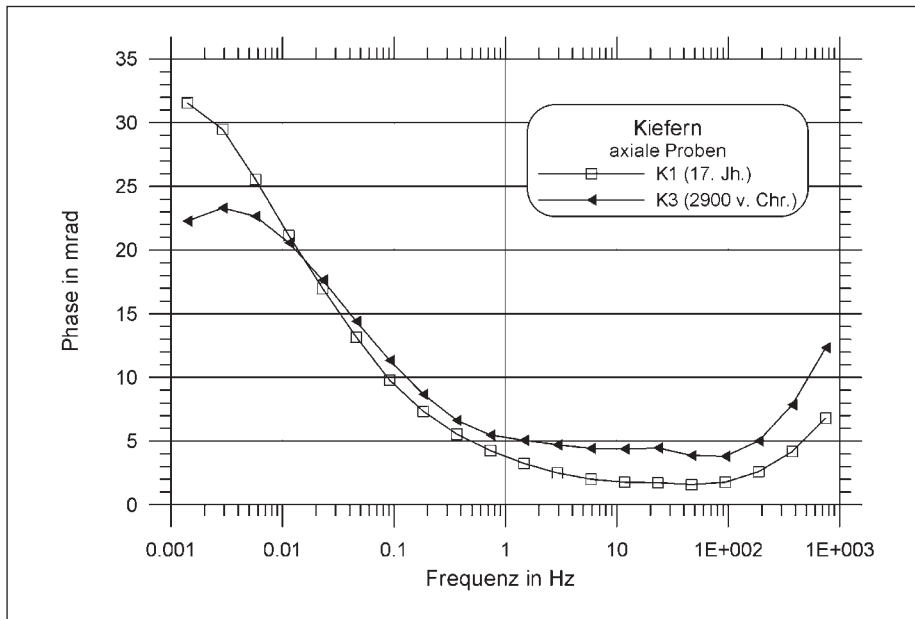

Bild 4: Vergleich zweier axialer Kiefernproben unterschiedlichen Alters
**Bild 4** zeigt den Vergleich von zwei Kiefernproben, die in axialer Richtung entnommen wurden. Bei K1 handelt es sich um eine Probe aus dem hessischen Heppenheim datiert in das 17. Jh., bei K3 um eine Probe einer jungneolithischen Holzbohle (2900 v. Chr.), geborgen aus dem Campemoor bei Vechta.
Die rezente Probe K1 besitzt Widerstände von 260 bis 280  $\Omega m$ , die Probe K3 aus dem Campemoor Werte zwischen 210 und 230  $\Omega m$ . Bei beiden Proben zeigt sich eine geringe Frequenzabhängigkeit der Widerstände. Die Phasenspektren (Bild 4) zeigen den gleichen charakteristischen Verlauf mit einem Minimum im Frequenzbereich zwischen 1 und 100 Hz. Dabei bleiben die Phasenwinkel unterhalb 10 mrad. Höhere Werte werden nur unterhalb 0,1 Hz bzw. oberhalb 100 Hz erreicht. Auffällig ist, dass die Phasen von K1 fast über das gesamte Spektrum unter den Werten von K3 bleiben. Erst bei etwa 10 mHz schneiden sich die Phasenkurven, und K1 erreicht Werte von über 30 mrad, während das Maximum von K3 bei 23 mrad liegt.